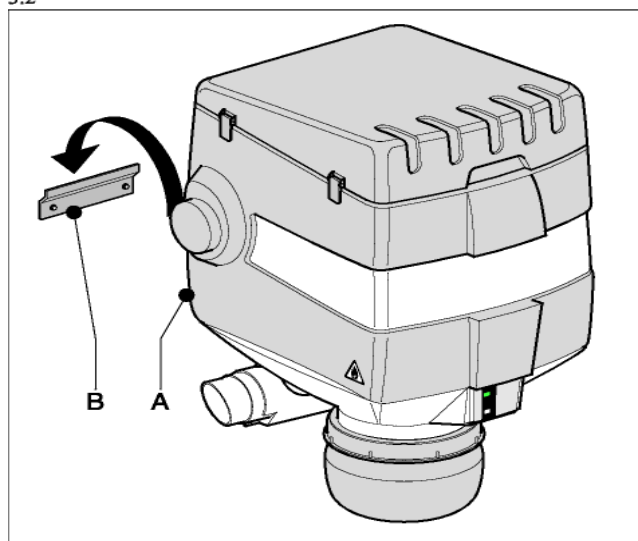

Рис.3.3
- Закрепите SFS (рис. 3.3А) на кронштейне (рис.3.3В).